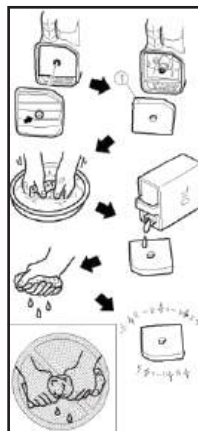

Рис. 11
- Снимите крышку корпуса (для моделей ННУ 1055Si, ННУ 3055Si, ННУ 9055Si и ННУ 10055Si) и извлеките фильтрующий элемент (1, рис. 11).